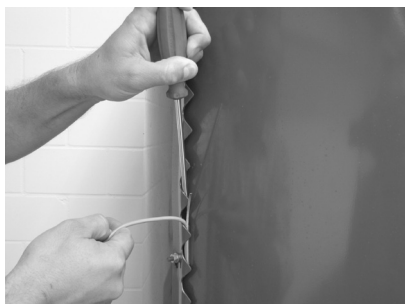

Fig. 02
2. Folosiți o șurubelniță (Fig. 02) pentru a ridica șina de susținere și pentru a prinde senzorul cu o clamă sub ea.